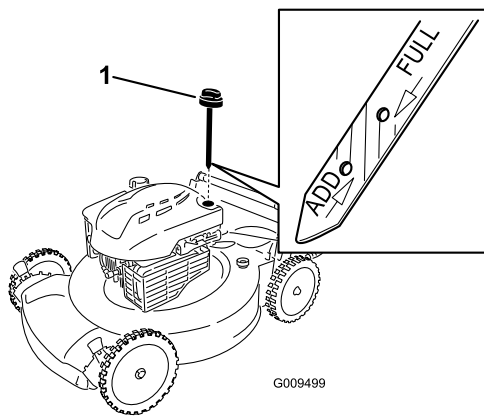

Figure 23
2. Retirez la jauge (Figure 23).
4. Versez de l'huile **lentement** dans le goulot de remplissage pour faire monter le niveau de liquide jusqu'au repère du **plein** (Full) sur la jauge (Figure 23). **Ne remplissez pas excessivement.** (Remplissage max. : 0,59 l (20 oz), type : huile détergente SAE 30 de classe de service API SF, SG, SH, SJ, SL ou supérieure.)